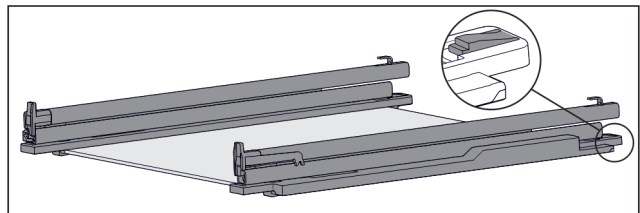

Fig. 48 Glasplaat met rails en vasthouddelen
- ▶ Vasthoudddeel achter omlaag duwen (zie Fig. 48) en tegelijk rails naar achteren schuiven.